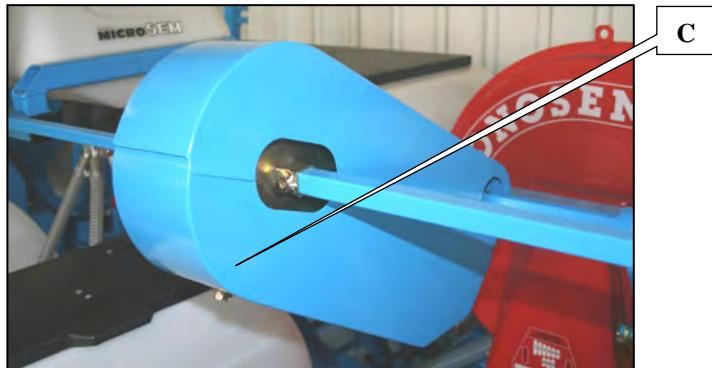

Fig. 2
- 2 – Die Kettenposition auf dem doppelverzahnten Zahnrade (Abb.2) ändern